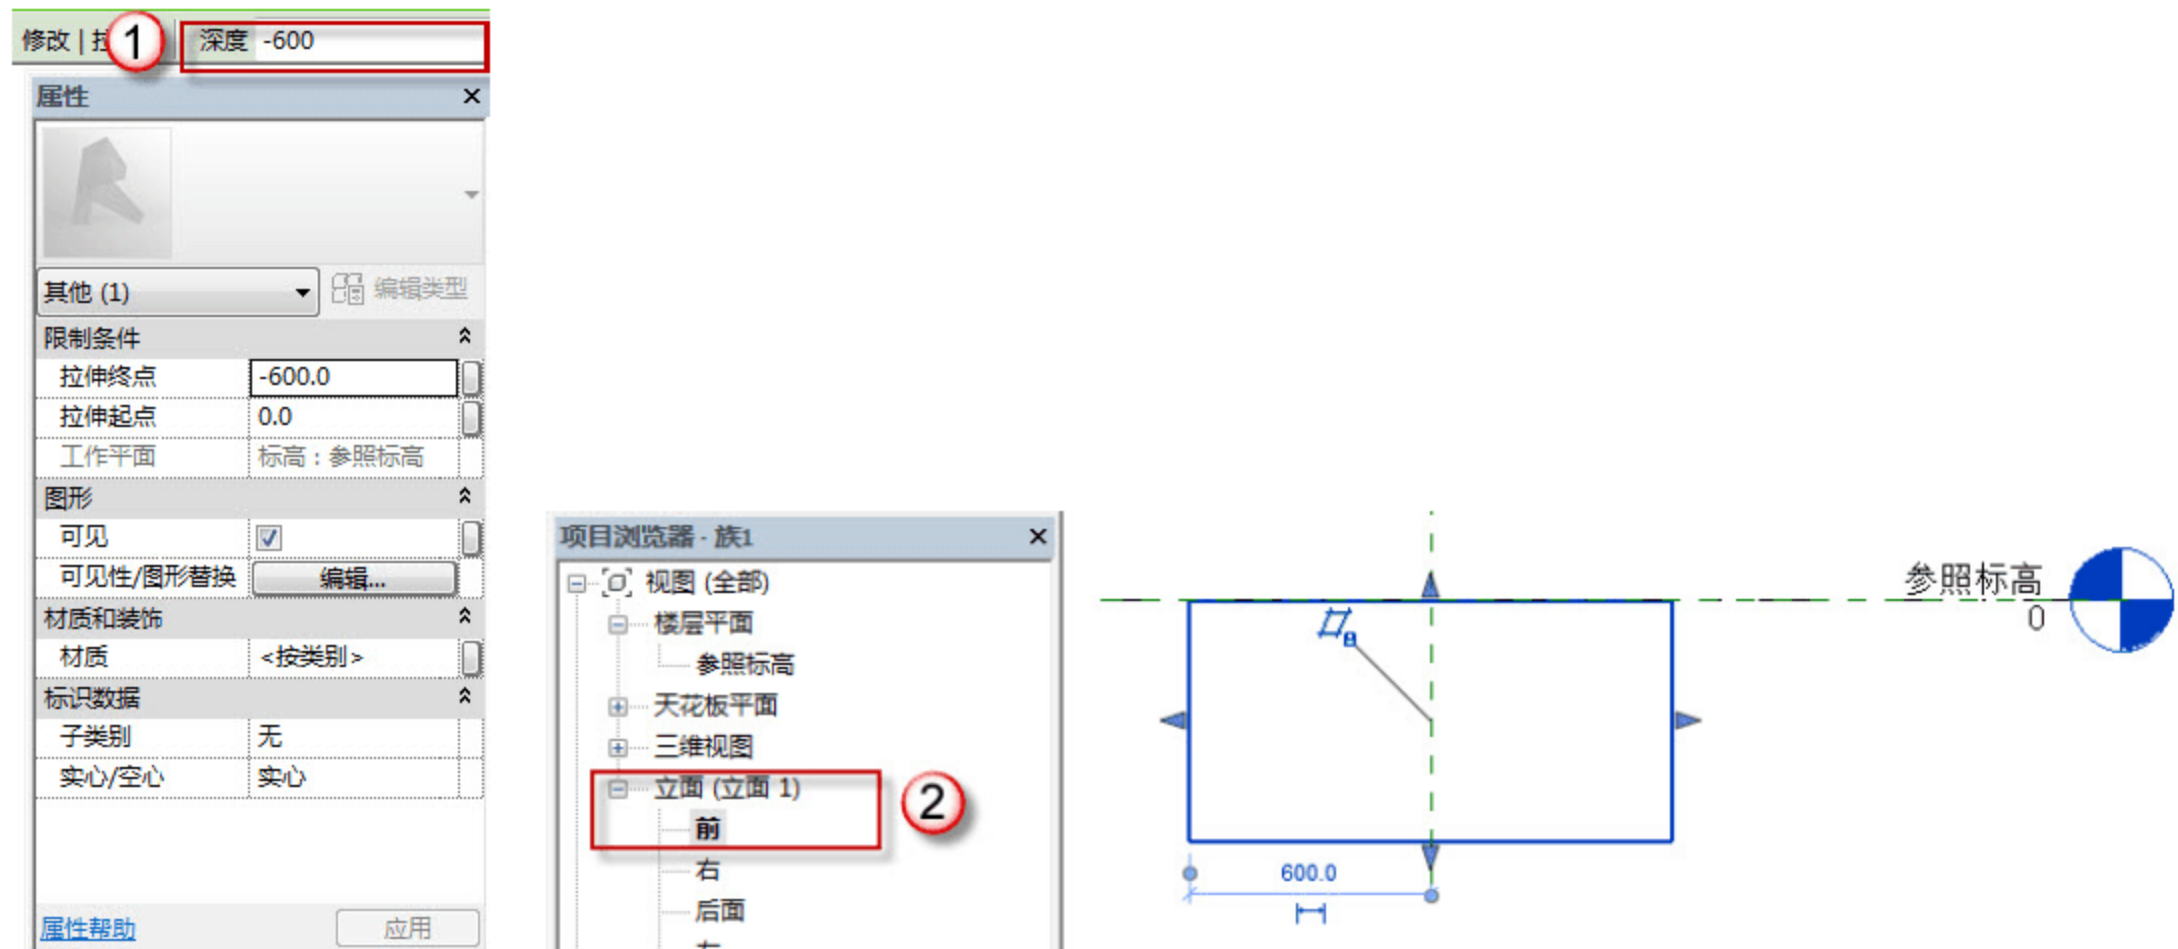

图 2.1.4 定义承台高度
(4) 定义承台高度。在 Revit 中用“深度”表示承台高度，因承台在参照标高以下，表示承台高度输入负值。单击“深度”按钮，输入数值-600，在“项目浏览器”中选择“立面”→“前”命令，观看承台高度，如图 2.1.4 所示。